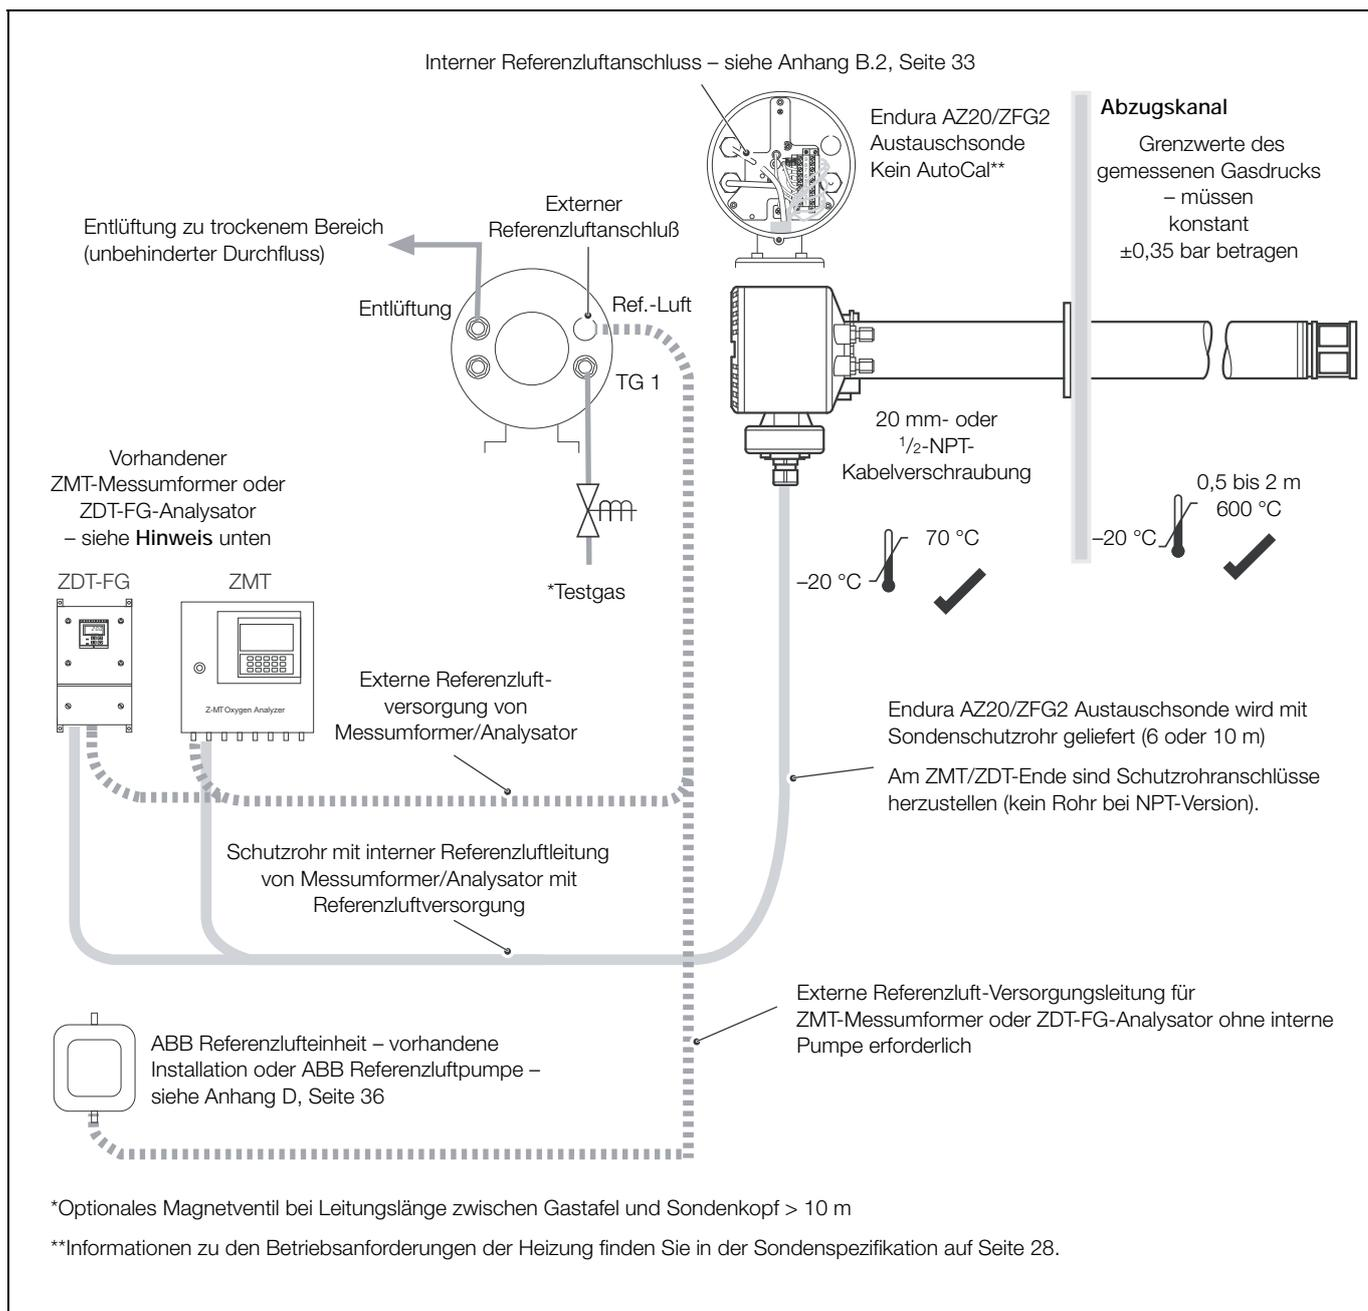

Abb. B.1 Endura AZ20/ZFG2 Austauschsonde bei vorhandenem System
**Hinweis:** Bei Analysatoren ohne interne Pumpen wird der Referenzluftanschluss direkt am externen „Ref. Air“-Anschluss der Sonde hergestellt – siehe Abb. B.1, Seite 30.
**Hinweis:** Bei Messumformern ohne interne Pumpen wird der Referenzluftanschluss direkt am externen „Ref. Air“-Anschluss der Sonde hergestellt – siehe Abb. B.1, Seite 30.